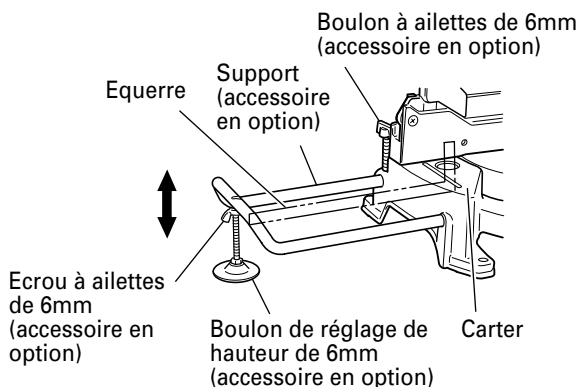

Fig. 9
- (1) Comme indiqué à la Fig. 9, utiliser une équerre en acier pour aligner le bord supérieur des supports sur la surface du socle.